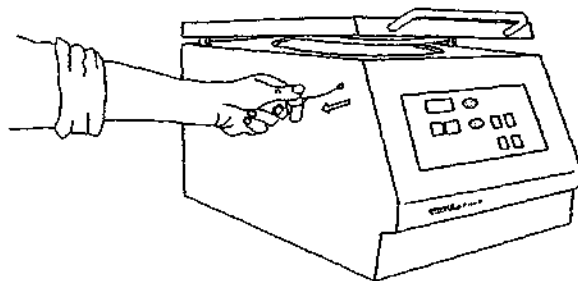

Bild 15
- Drehen Sie diesen Stopfen heraus und ziehen Sie an der roten Schnur. Dadurch springt der Deckel auf (siehe Bild 15).